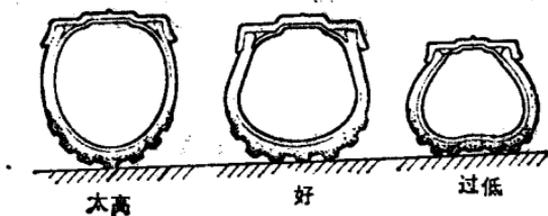

图 1-1
(1) 检查喇叭、转向灯、刹车灯、空档指示灯、转向指示灯是否工作正常。
(2) 检查燃油箱油量、润滑油箱油量是否足够。
(3) 检查转向装置是否灵活且有无松动现象。
(4) 检查轮胎气压是否合适，如图1-1所示。